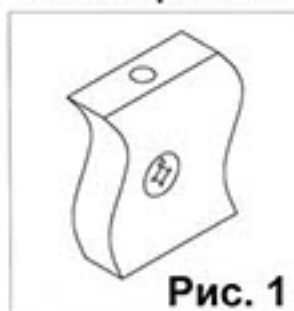

Рис. 1
Взять стенку заднюю выдвижного ящика 25 и забить в соответствующие отверстия шканты (1). Соединить боковины ящика 23 и 24 с задней стенкой 25. Фиксацию производить при помощи евровинтов (6). Далее положить каркас ящика на заднюю стенку 25 и забить шканты (1) в соответствующие торцевые отверстия на боковинах ящика 23 и 24, и вставить стяжки растекс (19) (см. рис. 1). После этого вставить дно ящика 31 в пазы на каркасе ящика, таким образом, чтобы дно ящика 31 вошло в паз на стенке задней ящика 25. Далее закрутить в переднюю панель ящика 26 в имеющиеся муфты доборка стержней-растекс (4). Соединить переднюю панель ящика 26 с каркасом. Фиксацию произвести путем поворота стяжки (19) по часовой стрелки. После этого положить ящик дном вверх и прикрутить ответные планки направляющих (7) к боковинам ящика 23 и 24 при помощи саморезов (5). Далее к передней панели 26 прикрепить ручку (12). Аналогичным образом собрать остальные ящики.